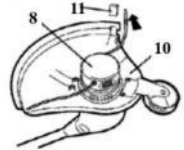

Рис.8
Потяните леску до внутренней грани внешнего защитного кожуха (10). Если леска слишком короткая, т.е. до грани кожуха остается более 50 мм, нажмите на центр катушки с леской (8) и одновременно вытяните пару сантиметров лески. См. рис. Снимите заглушку отсекающей кромки (11) только когда убедились, что все требования по безопасности выполнены. При использовании новой лески, как только триммер будет включен, длина лески будет автоматически отрезана на нужную длину с помощью кромки. См.Рис.8